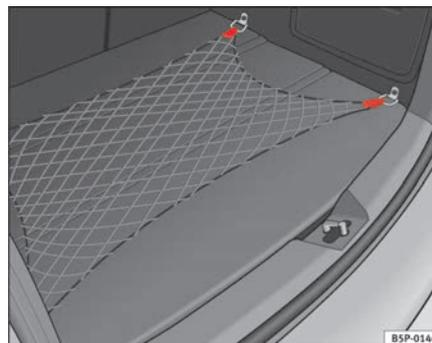

Fig. 107 Rede porta-objectos do porta-bagagens
- Utilize as anilhas de fixação existentes nas partes laterais do porta-bagagens para fixar o porta-objectos ⇒ página 142, fig. 107.